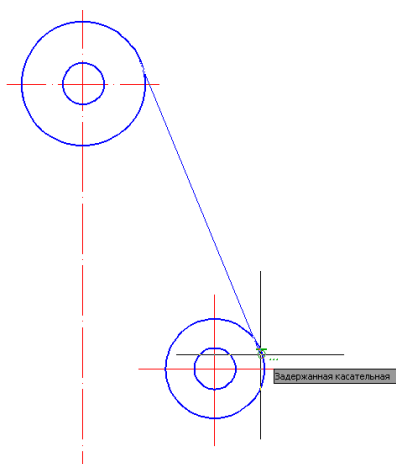

Рис. 75. Построение касательной
- 3.7. Построить касательную прямую к двум окружностям с помощью последовательности команд **Рисование** → **Отрезок**, используя привязку **Касательная** на каждой из окружностей (см. рис. 75).